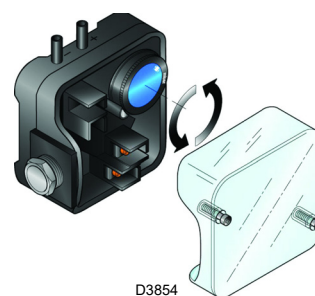

Fig. 28
- Régler le pressostat d'air (Fig. 28 à la p. 27) en début d'échelle.
Effectuer le réglage du pressostat air après avoir effectué tous les autres réglages du brûleur avec le pressostat air réglé en début d'échelle (Fig. 28).